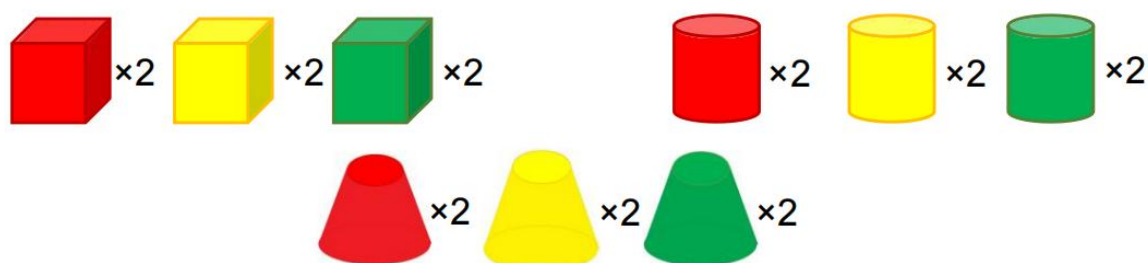

图 3 货物示意图
1. 任务中的“货物”分别为直径约 4cm、高约 4cm 的 6 个圆柱体；棱长约 4cm 的 6 个立方体；下底直径约 4cm、上底直径约 2cm，高约 4cm 的 6 个圆台,如图 3.参考色值分别为红色 (C0 M100 Y100 K0)、黄色 (C0 M0 Y100 K0)、绿色 (C80 M0 Y100 K0)，其材质、具体摆放位置均以现场公布为准。